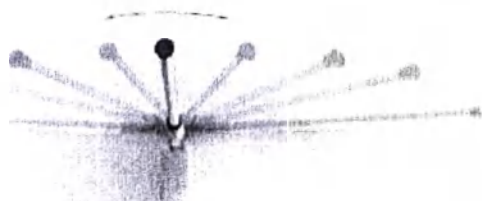

Рисунок 24.
30. Стержень дополнительный (не более 20 шт.). Для создания модульных конструкций. Устанавливается вертикально в базовые модели, но чаще требуется в моделях OKI CIELO, OKI ISOLA, OKI DESIGN, OKI VERTICAL. (Рисунок 24).
Рычаг подвижный телескопический PRATIKA BASIK (не более 20 шт.). Для размещения личного оборудования и инструментария, ширм. Складывается, освобождая пространство, когда не используется. Все используемые материалы устойчивы к дезинфекции, огнеупорные, нетоксичные: алюминий, специальный пластик (Рисунок 24).